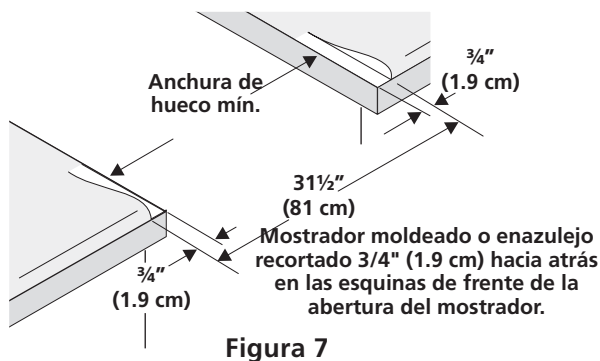

Figura 7
- **El reborde de frente de mostradores moldeados** deben tener bordes moldeados a 3/4" (1.9cm) a partir de cada extremidad de la apertura (Figura 7).
- **Los mostradores enazulejos** deberán necesitar un recorte de 3/4" (1.9 cm) a partir de cada extremidad y/o un borde redondeado aplanado (Figura 7).